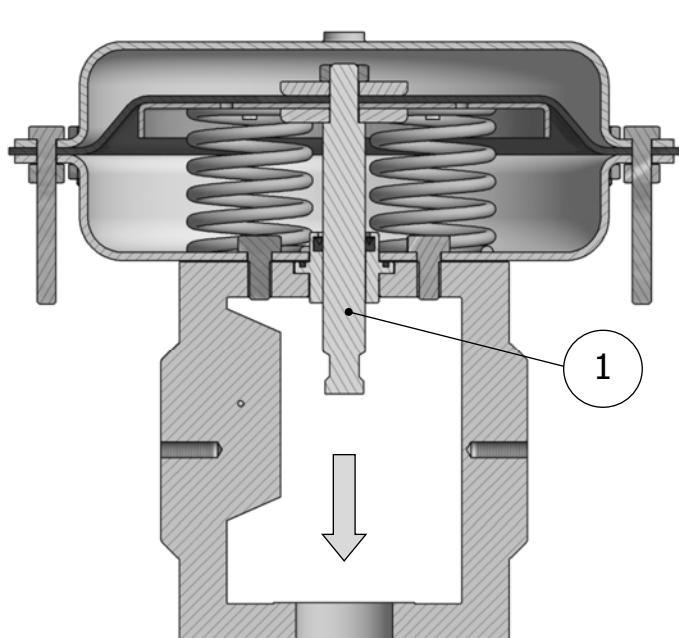
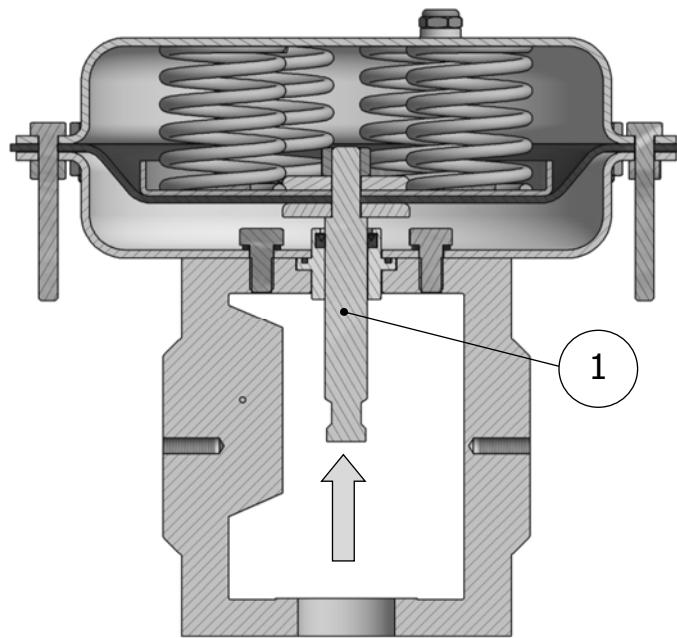

Fig. 7 Actionneur à action directe
Fig. 8 Actionneur à action inverse
Dans l'actionneur à action directe, l'augmentation du signal de commande provoque l'échappement de la tige (1) (Fig.7 et 9). Dans l'actionneur à action inverse, l'augmentation du signal de commande provoque le retour de la tige (1) (Fig.8 et 10)